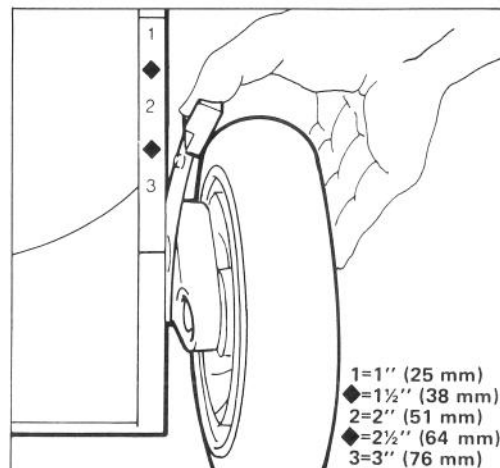

Figure 14
2. Pour faire le réglage plus facilement, soulevez le carter de façon que la roue ne touche pas le sol. Serrez le levier de réglage vers la roue et déplacez à l'ajustement désiré (Fig. 14). Assurez-vous que la cheville du levier de réglage s'engage dans l'encoche du carter. Réglez toutes les roues à la même hauteur.